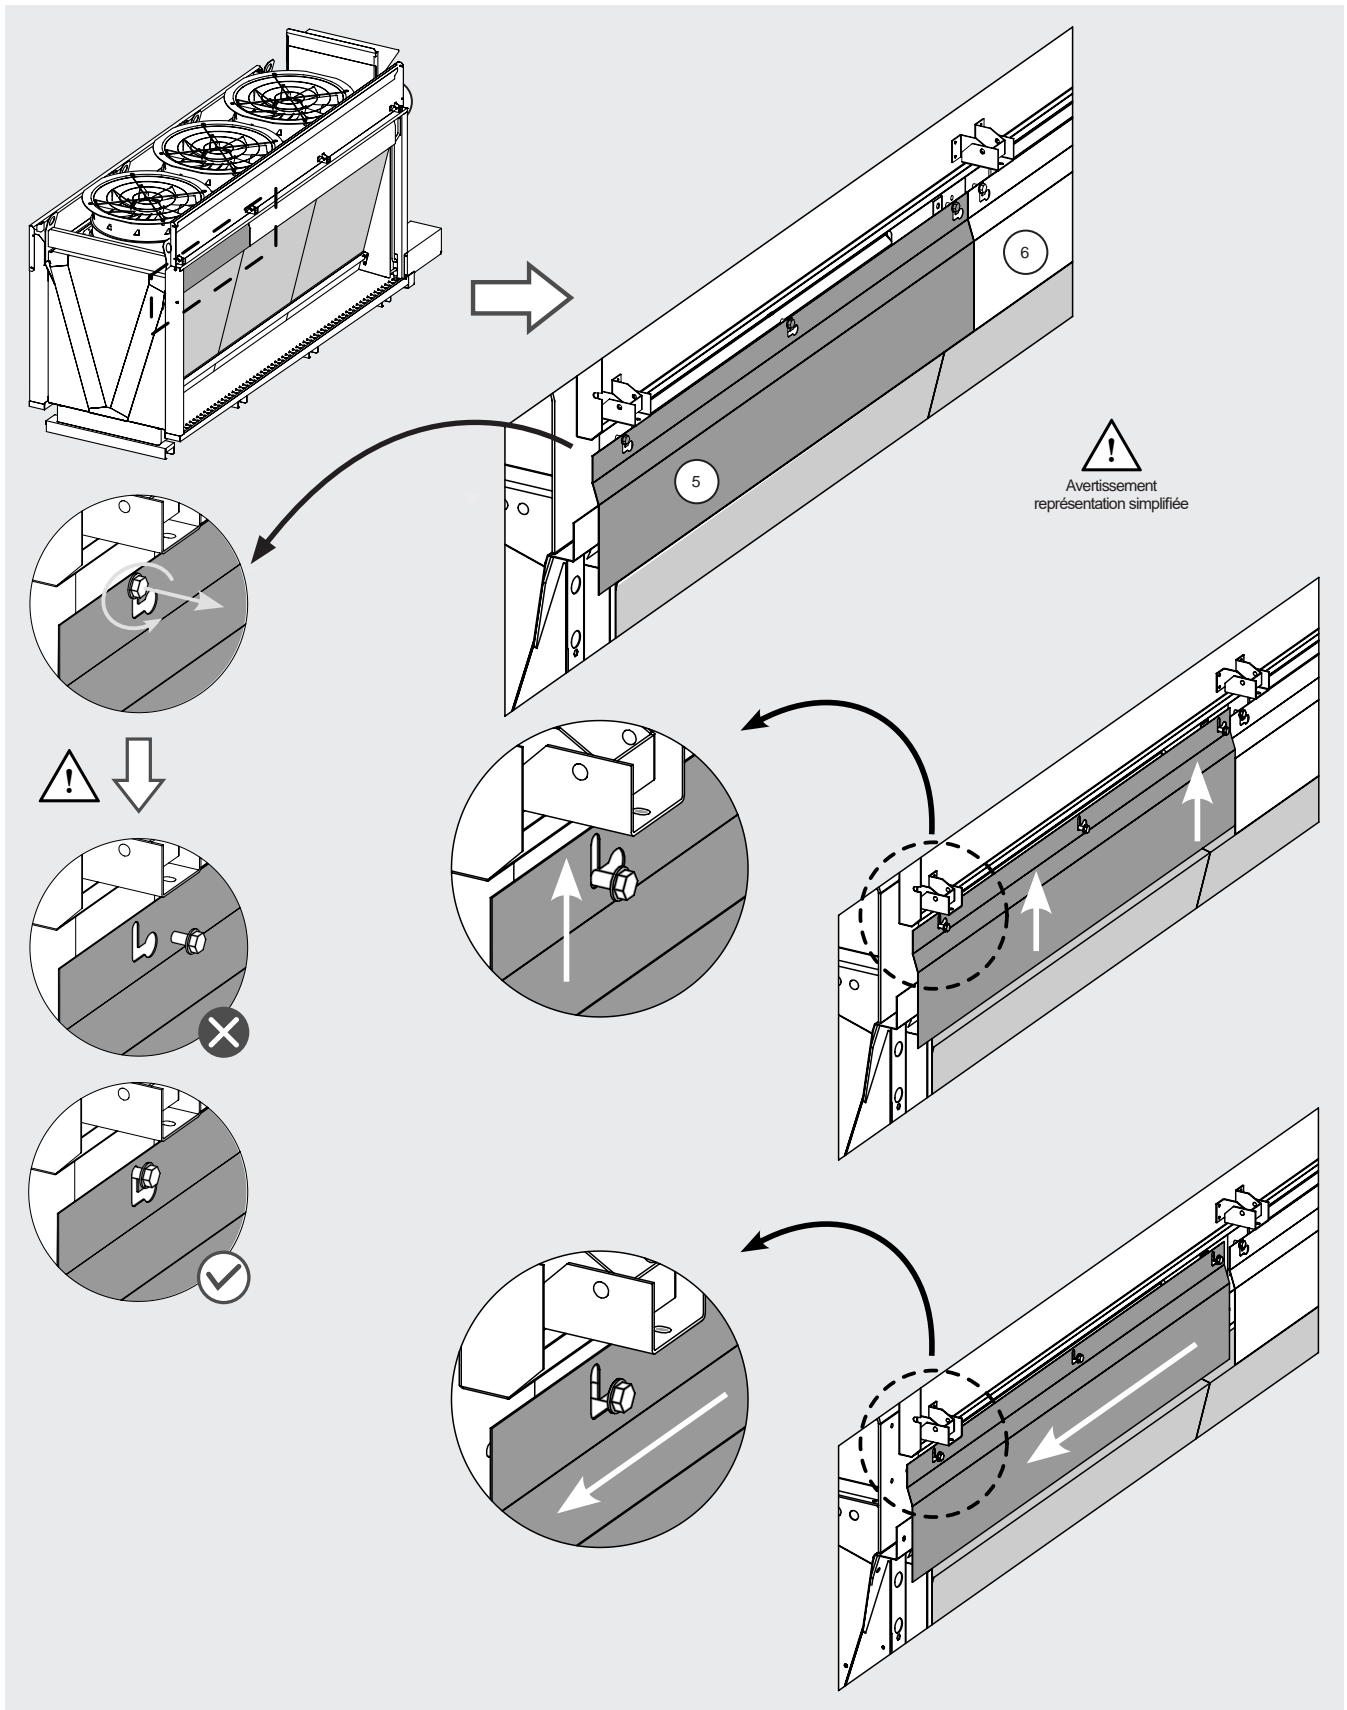

Figure 24
- 12.11.20 Desserrer les vis (b) qui maintiennent le couvercle (5) et (6) en place sans les enlever complètement. Voir la Figure 24.